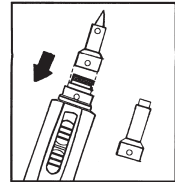

Fig. 4
2. Skruva fast huvudet för lödning med lämplig lödspets eller spetsen för hetluft på brännarhuvudet. *Se fig. 4.*